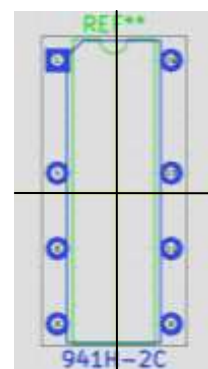

図 14-5
(4) フットプリント編集 右図 14-5
- ① グリッドを 1.2700mm (50.00mils) にします。
- ② パッド 2, 3, 5, 7, 10, 12, 14, 15 を削除します。ショートカット [Del]
- ③ 右ツールバー 「フットプリントのアンカー（基準点）を配置」を選択しアンカーポイントをフットプリントの中央に設定します。
- ④ アンカーポイントを相対座標原点(dx=0,dy=0)とします。